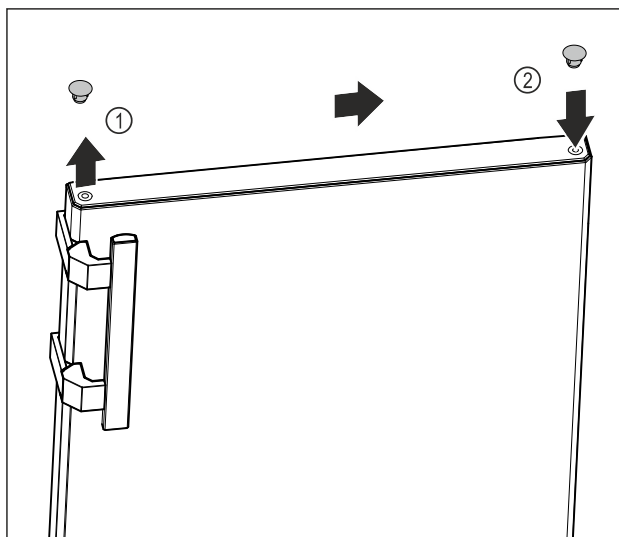

Fig. 9
- ▶ Løft forsigtigt dækproppen på dørens overside Fig. 9 (1) af ved hjælp af en kærnskruetrækker.
- ▶ Indsæt dækproppen på den modsatte side. Fig. 9 (2)